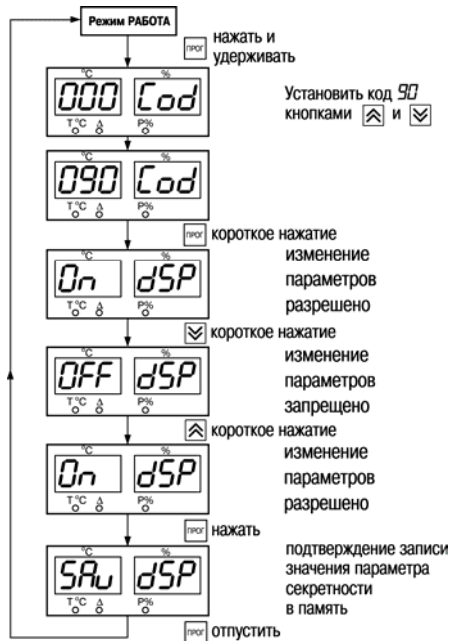

Рисунок 6.3
6.2.5.1 Находясь в режиме РАБОТА, нажать и удерживать кнопку до появления на индикаторе "%" надписи *Cod* (рисунок 6.3).